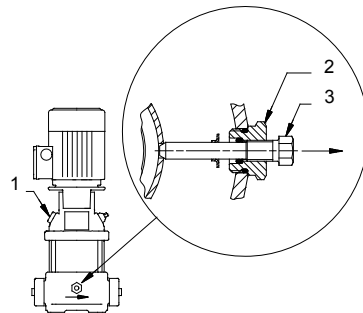

Рис. 3
2. Вывернуть резьбовую пробку (поз. 1) заливочной горловины в верхней части насоса. См. рис. 3.